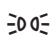

**Fig. 79** Junto al volante: mando de las luces (una variante).
- **Encender los faros antiniebla** : Tire del mando de las luces → fig. 79 hasta el primer encastre. El testigo de control  se enciende en verde en el mando.